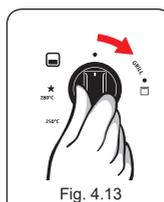

Fig. 4.13
Para acionamento do grill, aperte o botão e gire no sentido da luz indicativa do grill (Fig. 4.13). Para determinar o tempo de funcionamento, deve-se pressionar as teclas - ou + até o tempo desejado e confirmar pressionando a tecla **Timer**.
**Por motivo de segurança, o grill elétrico e o forno a gás não funcionam simultaneamente, pois o botão do forno gira nos dois sentidos, no sentido horário (para a direita) liga o Grill, no sentido anti-horário (para a esquerda) liga o forno. Na posição indicada na figura do botão (Fig. 4.13), o forno e o grill estão desligados. Após o uso, certifique-se de que o botão esteja nesta posição (desligado).**